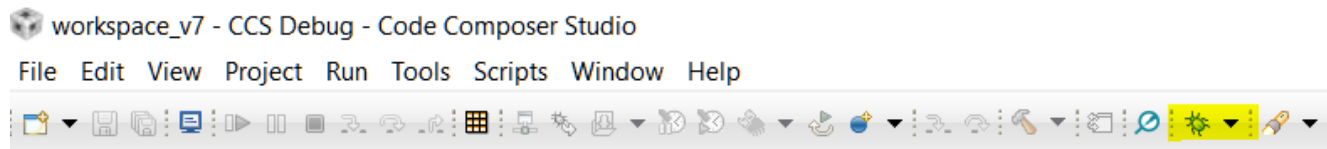

图 7-4. Code Composer **Debug** 按钮
10. **修改 CCS On Connect 操作**：有两种方法可以从 CCS 启动调试会话。一种方法是右键点击上一步中所需的目标配置，然后选择 **Launch Selected Configuration**。完成此操作后，可以通过右键点击 CPU 内核并选择“Connect Target”来连接目标 CPU。另一种方法是使用“Debug”按钮 (图 7-4)，使用该按钮时不仅会启动配置，而且还会建立连接，将目标程序文件加载到存储器中，并执行到 *main*。这些设置可以修改，但这是默认操作。可以通过以下方式修改默认操作：右键点击使用的 .ccxml 文件或从 **Debug** 按钮旁边的箭头下拉菜单中选择 **Debug Options**，并更改“Target”子菜单中的自动运行和启动选项。在本文档的故障排除阶段，建议使用以前的 **Connect Target** 方法。这有助于查明并非纯粹与 JTAG 相关、而是由代码执行或其他系统交互引起的任何问题。验证系统在启动和连接目标时保持稳定后，使用“Debug”按钮来处理这些步骤。